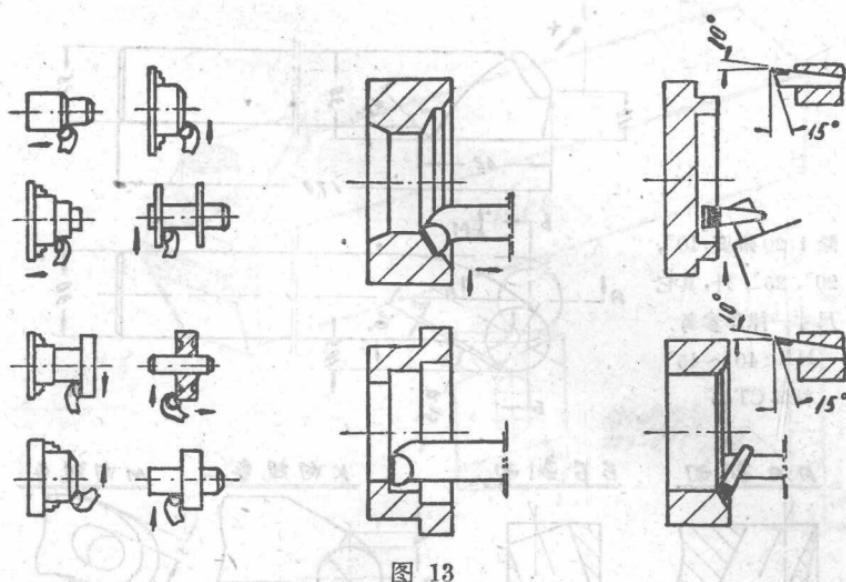

图 13
(3) 經濟車刀使用范围很广，可以运用在各种切削方面。如它可以粗車、半精車、精車各种材料工件以外，还可以加工內孔，端面及内外圓倒角等(見图 13)。